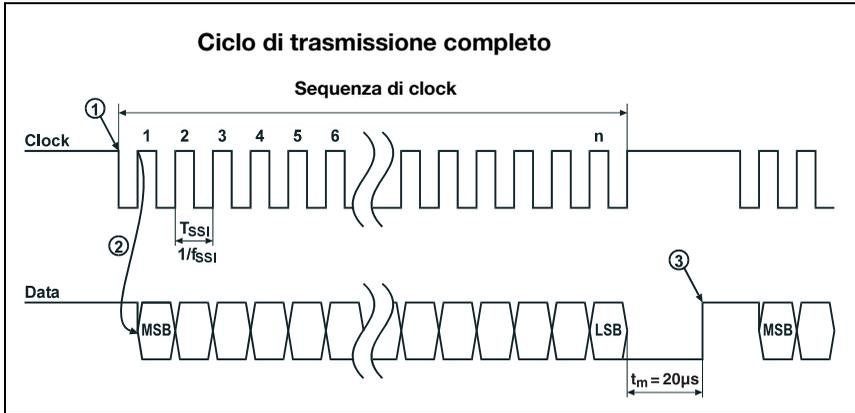

Figura 10.1: Diagramma temporale trasmissione dati SSI
A riposo il clock e la linea dati sono a livello HIGH. Al verificarsi del primo fronte HIGH-LOW (punto ① in figura 10.1), i dati del registro interno vengono memorizzati. Ciò assicura che i dati non cambiano più durante la trasmissione seriale del valore.
Alla commutazione successiva del segnale di clock da LOW a HIGH (punto ② in figura 10.1) inizia la trasmissione del valore di posizione con il bit più significativo (MSB). Ad ogni altra commutazione del segnale di clock da LOW a HIGH, sulla linea dati viene impostato il bit significativo immediatamente inferiore. Dopo l'emissione del bit meno significativo (LSB), all'ultima commutazione del segnale di clock da LOW a HIGH la linea dati passa al livello LOW (fine trasmissione).
Un monoflop riattivato e lanciato dal segnale di clock determina la durata fino al nuovo richiamo dell'interfaccia SSI per la trasmissione successiva. Da ciò risulta anche il tempo di pausa minimo tra due sequenze di clock successive. Al termine del tempo  $t_m = 20\mu s$ , la linea dati viene riportata sul livello di riposo (HIGH) (punto ③ in figura 10.1). Questo segnala lo scambio di dati completamente concluso ed il nuovo stand-by di trasmissione.